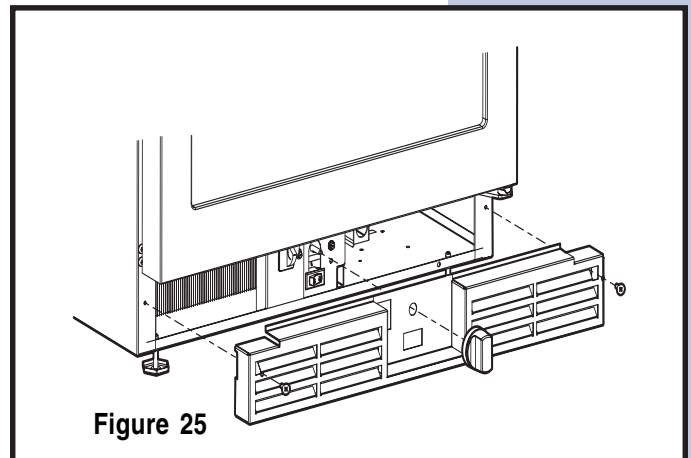

Figure 25
- 1 Enlevez le bouton de contrôle en le tirant vers vous en ligne droite (**Figure 25**).